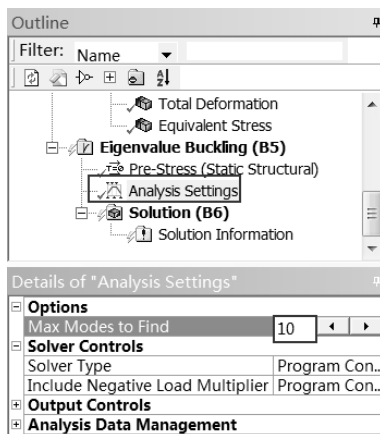

图 14-76 阶数设定
Step3：如图 14-76 所示，在 Outline（分析树）中的 Eigenvalue Buckling（B5）Analysis Settings 选项上单击，在出现的 Details of “Analysis Settings”选项的 Options 中做如下更改。